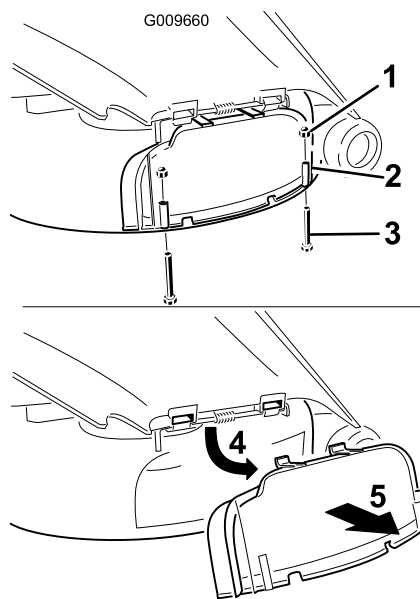

Bild 25
3. Entfernen Sie die zwei Schrauben und Muttern, mit denen die Abdeckung des Auswurfkanals am Mähwerk befestigt ist (Bild 25).